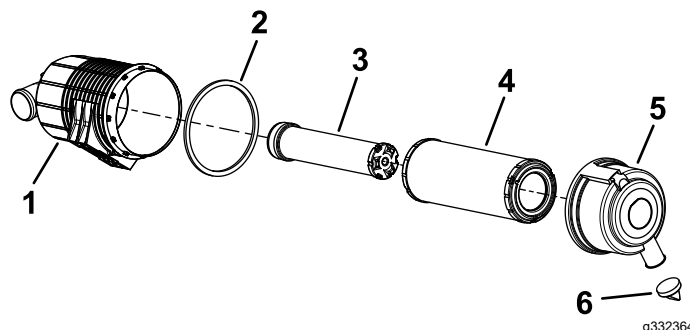

図 35
5. 警告が発せられたら、エアクリーナーフィルターと安全要素を整備すること(図 35)。